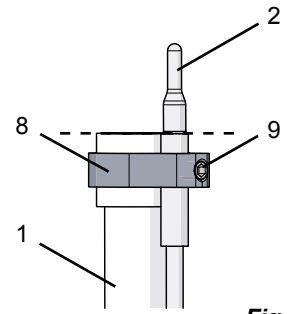

Fig. 2
- ⇒ Infilare il supporto della sonda sul camino e la sonda, in modo che si trovi ca. al centro della parte superiore del camino (Fig. 2).
- ⇒ Collocare la sonda in modo che il lato superiore della boccola di ottone e il lato superiore del camino risultino alla stessa altezza (Fig. 2).